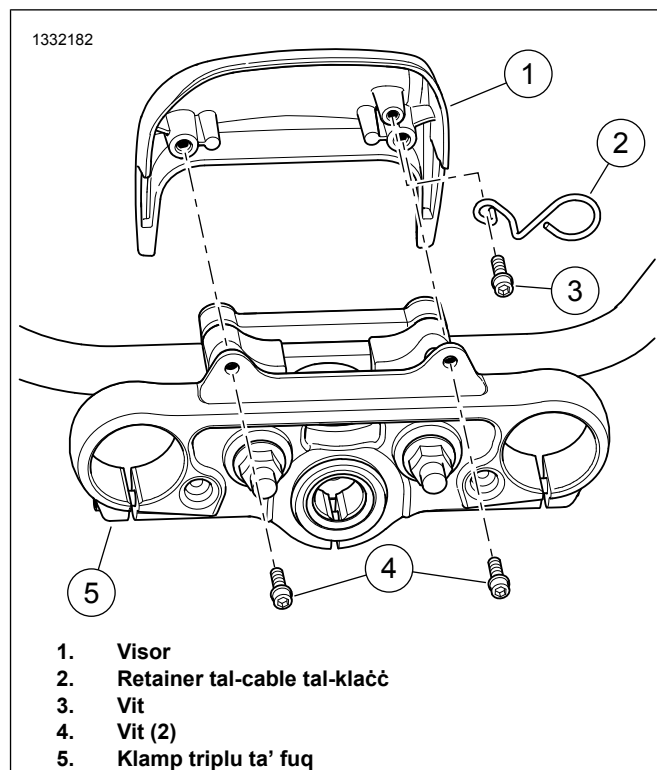

Figura 3. Visor FXLR
1. Figura 3 Neħni l-viti (4) mill-klamp triplu ta' fuq (5).
2. Neħni l-visor (1).
3. Neħni l-kamin (3) u r-retainer tal-cable tal-klacċ.
4. Installa r-retainer tal-cable tal-klacċ (2) mill-kit.
5. Installa l-vit (3). Issikka.